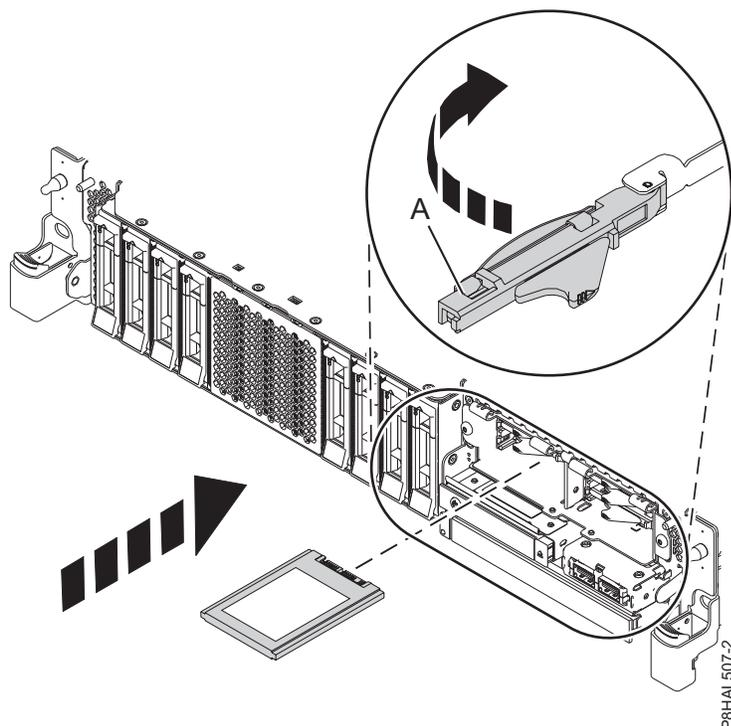

図 16. 拡張機能 システムへの SSD の取り付け
15. SSD ドライブ・ベイ・ハンドル (A) をアンロック位置にした状態状態で、SSD スロット内のガイド・レールにアクセスできるようにレバーを外側に引きます。SSD の底面を支えて、SSD スロットのガイド・レールに位置を合わせます。21ページの図16を参照してください。
19. 示されている方向にベイ・ハンドル (A) を回転させて、ドライブをロックします。21ページの図16